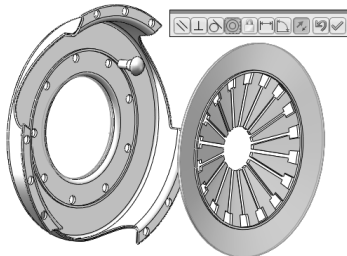

图 6-53 添加膜片弹簧与离合器盖的同心配合约束
STEP 8 单击“装配体”工具栏中的“配合”按钮, 为膜片弹簧与离合器盖添加同心配合约束，如图 6-53 所示。